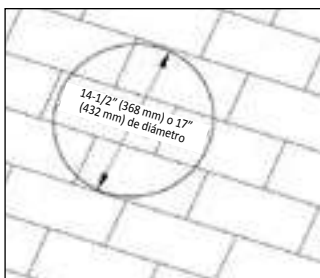

Figura 3
- 4. Corta el agujero del techo...** entre dos vigas usando el marcador previamente perforado y la plantilla en la parte posterior de la caja, corta el orificio del tamaño adecuado (el tamaño y la ubicación del orificio se determinan según si tiene vigas centrales de 16" [406 mm] o 24" [610 mm]). Consulta la Figura 3.